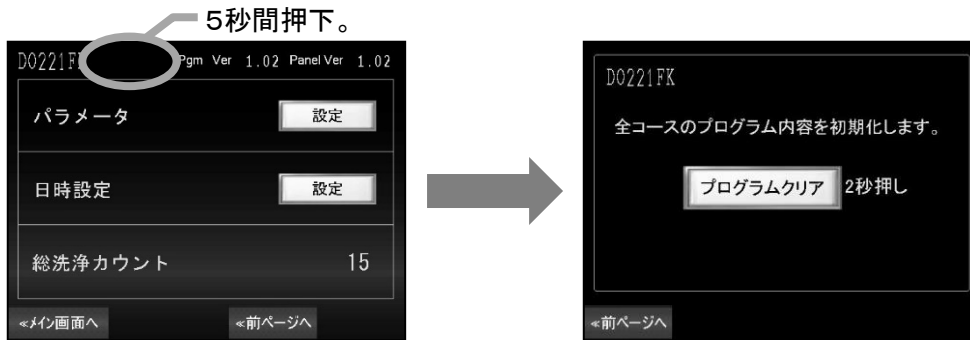

図 10-34
- ・ システム設定画面の機種名の右側を5秒間押すとプログラムクリア画面に切り替ります。(図 10-34)